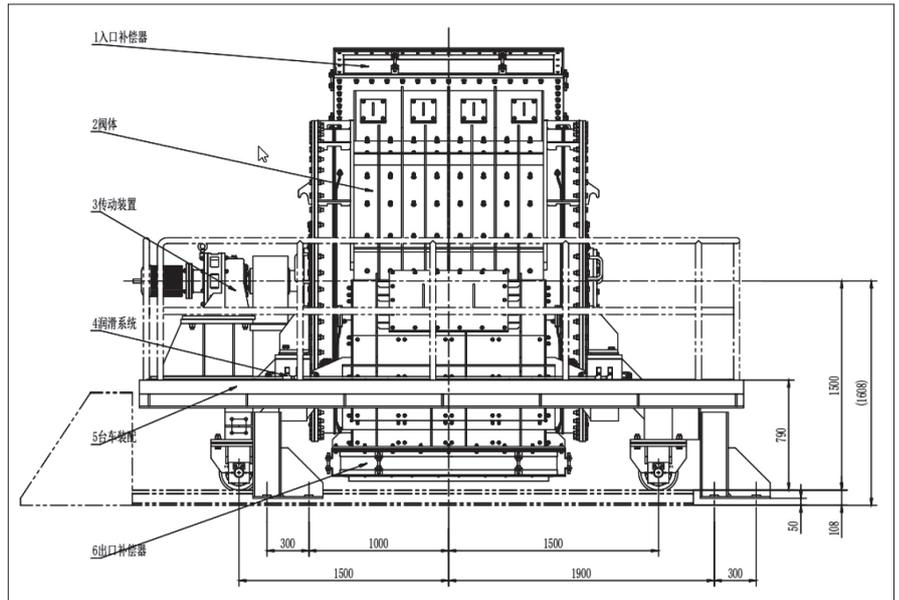

图 2 旋转密封阀示意图
(1) 旋转密封阀型号: QJXZ-180
(2) 旋转密封阀结构: 1- 入口补偿器; 2- 旋转密封阀阀体; 3- 传动装置, 带电机的摆线针轮减速机等; 4- 润滑系统; 5- 台车装配; 6- 出口补偿器(如图 2 所示)
(3) 旋转密封阀材质: 转筒、壳体: 16Mn; 衬板: 复合耐磨衬板
(4) 旋转密封阀尺寸: 转筒直径 ~ $\phi 2000$ mm; 转筒宽度 ~ 1350 mm
(5) 旋转密封阀重量: 14t